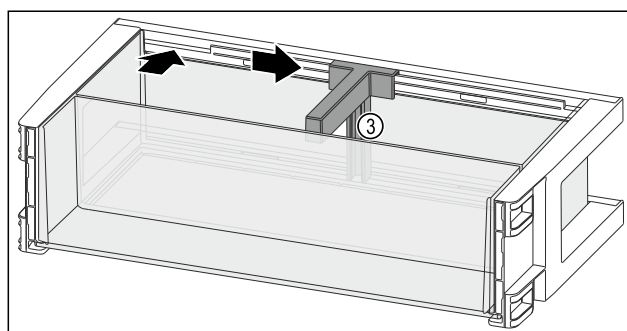

Fig. 95
- Włożyć uchwyt butelek Fig. 95 (3) do zagłębienia.
- Przesunąć uchwyt butelek Fig. 95 (3) na wybraną pozycję na bok.